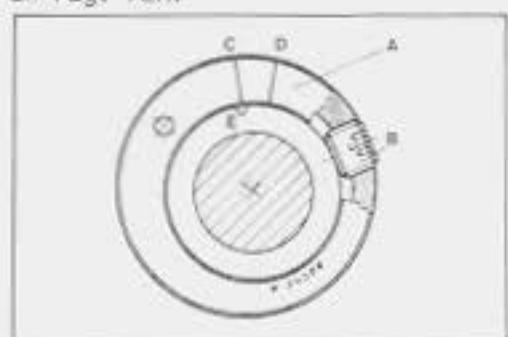
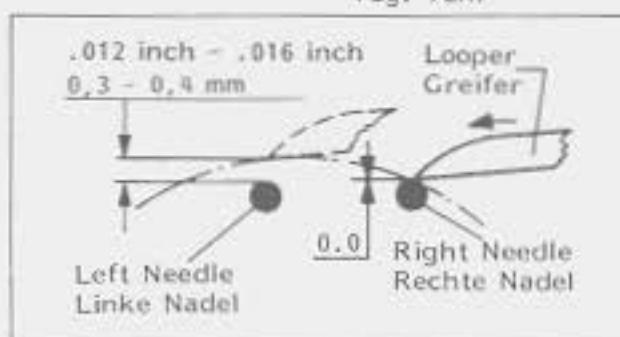
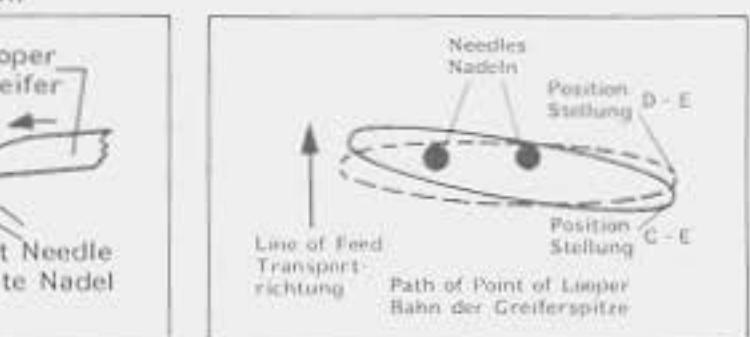

Fig.71
Fig.72
Fig.72
After loosening the eccentric set screw (B, Fig. 71) the eccentric (A) can be turned within the area of C and D to obtain a distance of 0.3 - 0.4 mm (.012-.016 in.) (Fig. 72) between the left needle and looper point, when the looper moves from right to left. This adjustment is made at the factory.
Nach Lösen der Schraube (B, Fig. 71) wird der Exzenter (A) im Bereich zwischen C und D so eingestellt, daß der Abstand zwischen der linken Nadel und der Greiferspitze 0,3 - 0,4 mm beträgt (Fig. 72), wenn der Greifer sich von rechts nach links bewegt. Diese Einstellung erfolgt im Werk.